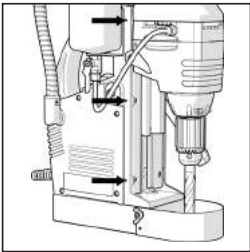

Fig. 15
**Nota:** Los tornillos de ajuste y bloqueo están situados a lo largo del borde izquierdo del desplazamiento principal de la máquina. (Fig. 15)